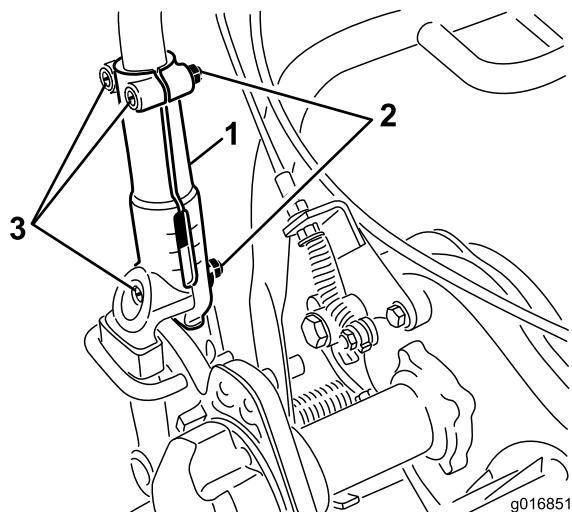

Figura 23
1. Allentate i 3 bulloni a testa tonda e i dadi che fissano ogni lato della stegola ai relativi morsetti (Figura 23).